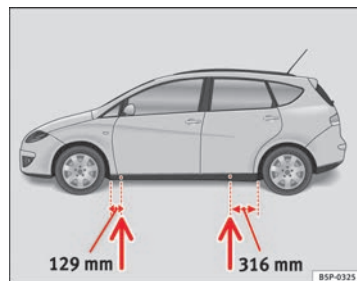

Abb. 179 Aufnahme-
- Suchen Sie den Aufnahmepunkt am Unterholm, der dem zu wechselnden Rad am nächsten liegt ⇒ Abb. 179.
Am Unterholm kennzeichnen jeweils vorn und hinten Eindrückungen die Stellen, an denen der Wagenheber angesetzt werden darf ⇒ Abb. 179. Für jedes Rad ist eine Stelle vorgesehen. An anderen Stellen darf der Wagenheber nicht angesetzt werden.